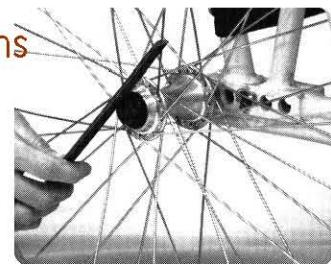

Figure 3.42
(Figure 3.42)
**Tête de boulon ou écrou arrondi?** Limez deux côtés opposés de la tête de boulon ou de l'écrou jusqu'à ce qu'ils soient suffisamment plats pour donner bonne prise à la clé. Si vous avez toujours du mal à dévisser le boulon ou l'écrou, il est sans doute rouillé. (Figure 3.42).